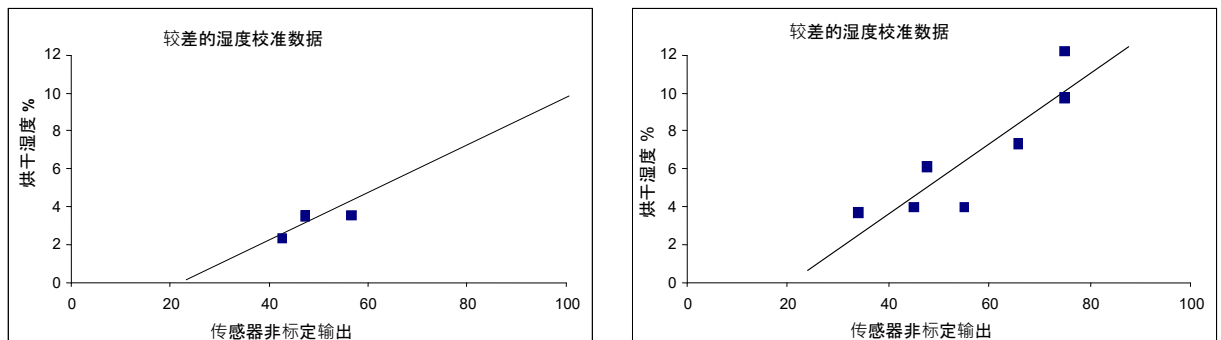

图 19: 较差的物料校准点的示例
- 获取的样本的含水量基本相同（图 19，左侧）。需要适当的范围。
- 读数太过分散，如校准图表 图 19（右侧）所示。这通常意味着获取样本进行电炉烘干的方法不可靠或不一致，或者传感器放置不当，没有足够的物流流经传感器。